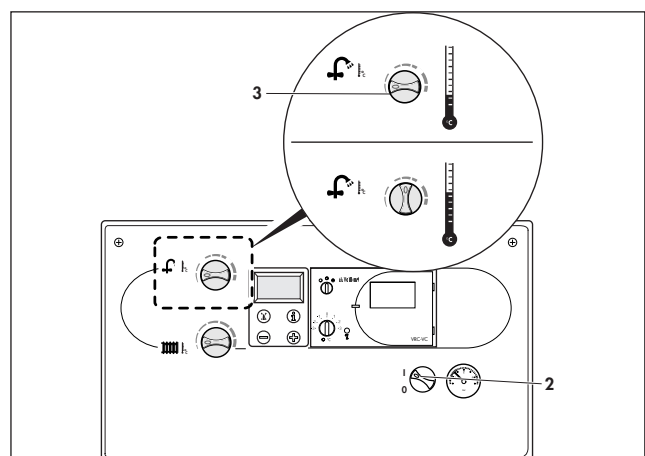

Fig. 3.5: Fonctionnement en Eau Chaude Sanitaire
Si la dureté de l'eau est supérieure à 10 °dh (1,79 mol/m³) régler le sélecteur ECS (3) au maximum en position centrale (fig. 3.5).